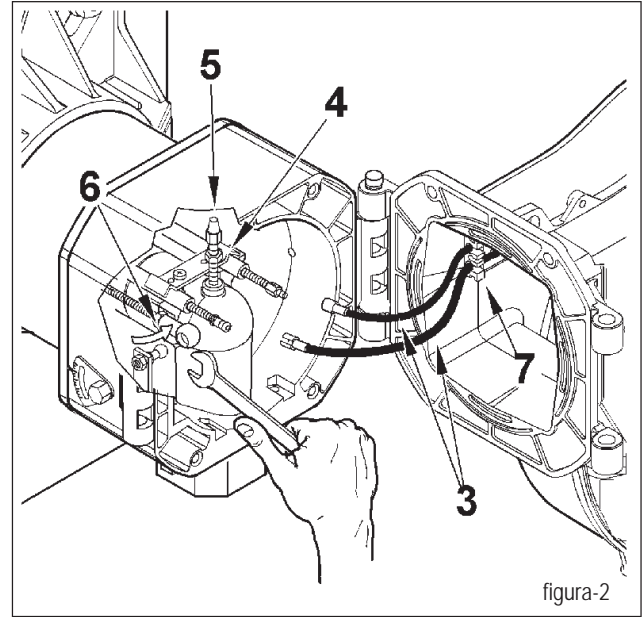

figura-2
! En el momento del cierre del quemador, tirar delicadamente hacia el cuadro eléctrico, poniéndolos en ligera tensión, los dos cables de encendido y de ionización, seguidamente colocarlos en sus alojamientos correspondientes (7) de la figura 2. Esto evitará que los dos cables sean dañados por el ventilador durante el funcionamiento del quemador.